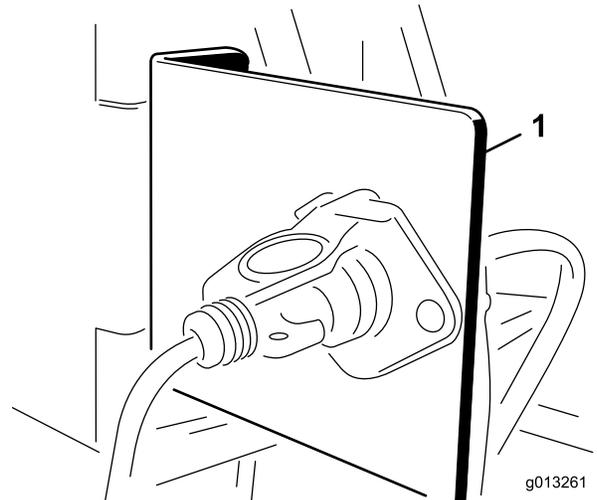

图8
1. 使用提供的其中一个安装支架, 将插座支架安装到牵引车后面的固定点上 (图8)。